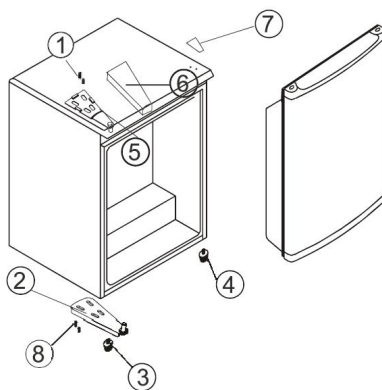

FIGURE 2
5. Placez l'appareil à niveau en visant 2 pieds réglables à l'avant (fig. 2)